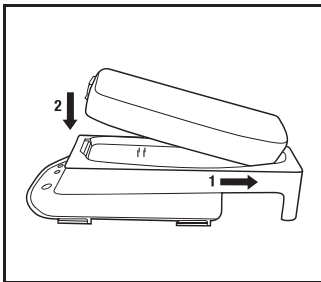

Fig. 2
4. Carregando a Bateria: Assegure que os contatos elétricos dourados na bateria e no carregador estão limpos e livres de detritos (sujeira). Insira a bateria no Suporte do Carregador de Bateria TR-640 deslizando a parte traseira da bateria primeiro. Coloque a extremidade dianteira para baixo e clique no lugar (Fig. 2), o carregamento começará. Consulte a Fig. 4 e Tabela 1 na seção "Especificações" destas *Instruções do Uso* para obter uma lista de indicadores e significados do LED do carregador e tempos de carga da bateria.